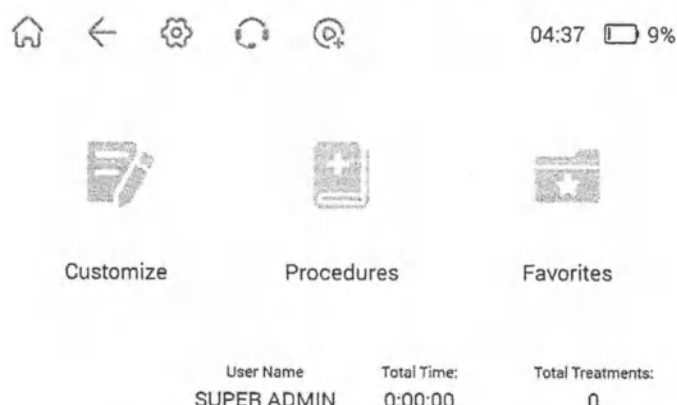
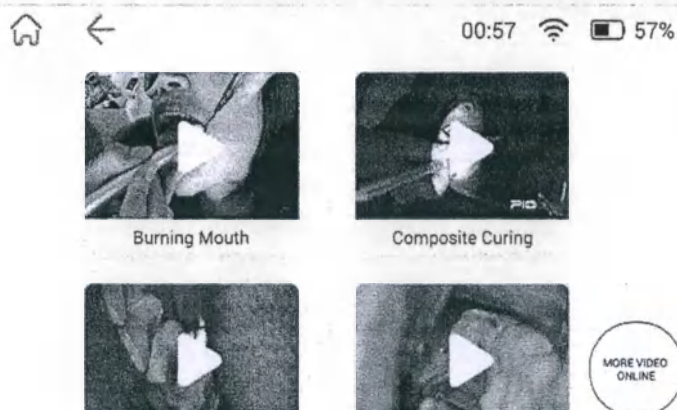

Рис.2. Основной интерфейс
Рис.6. Интерфейс списка видео
- 2) Введите пароль для входа в основной интерфейс (Рис. 2), выберите протокол лечения.
- 4) Нажмите «Procedures» (Процедуры) в основном интерфейсе (Рис. 2), войдите в интерфейс выбора аутентичных протоколов (Рис. 4).
- 6) Войдите в интерфейс списка видео (Рис. 6) из основного интерфейса (Рис. 2),
- 7) Нажмите «Settings» (настройки) в основном интерфейсе (Рис. 2), чтобы войти в интерфейс настройки параметров.